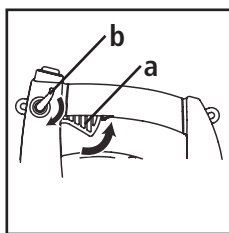

Fig. 18
7. Aperte o gatilho (a) ou pressione o controle de velocidade variável (b) e deixe a equipamento aquecer por 30-60 segundos (Fig. 18).